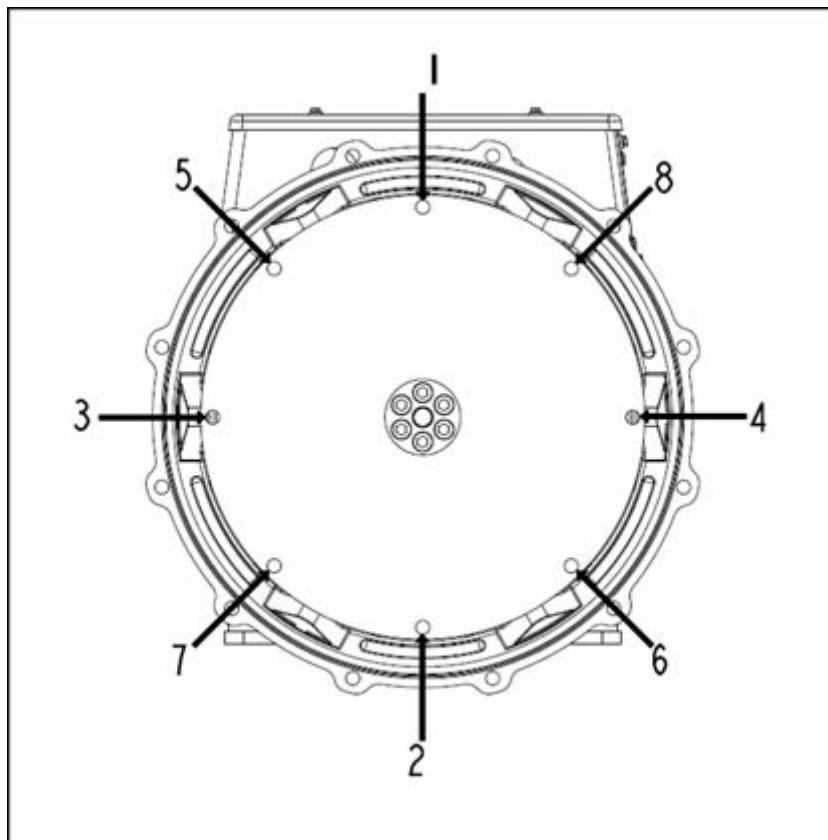

図 22. フライホイールへの固定手順
10. 表示の順番で、ボルトを締め付けて、カップリング ディスクをフライホイールに固定します。図 22 ページ 36。